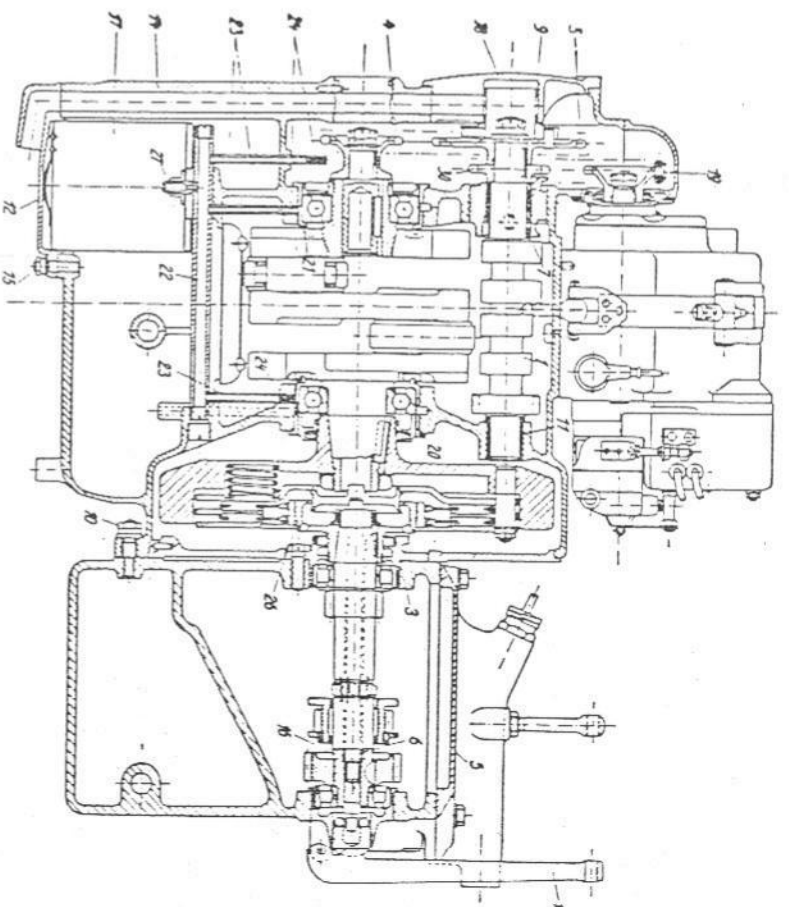
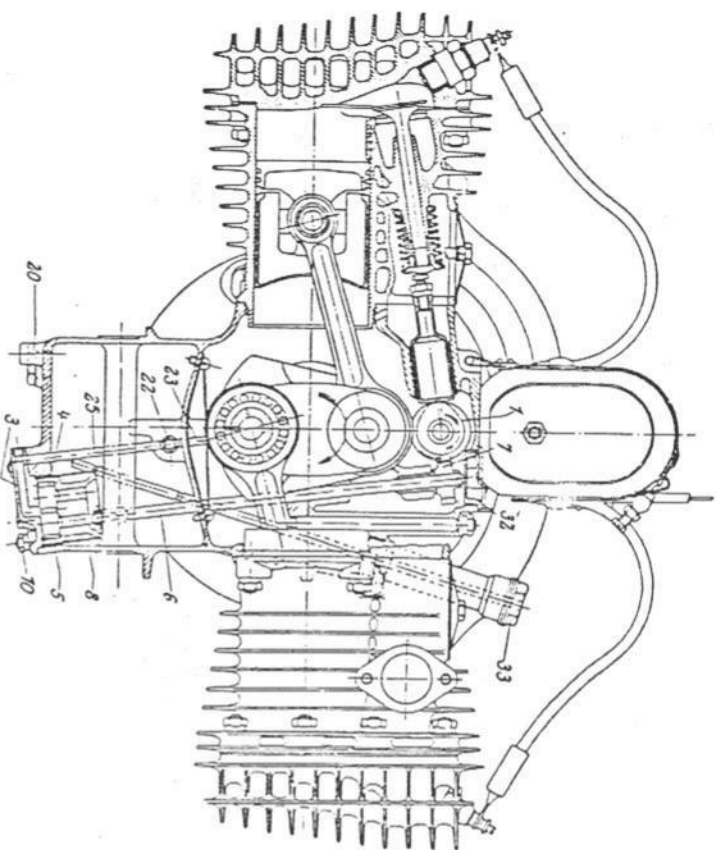

Abb. 10. Längsschnitt durch den Motor und Getriebe
Abb. 12. Tourenmotor mit teilweiseem Querschnitt durch die Zylindermittle
Vor Abnahme des Motorgehäuse-Oberteiles muß das Getriebe durch Lösen der drei Befestigungsmuttern 10 unten in der Mitte und oben zu jeder Seite und Herausziehen der zwei Kopfschrauben 19 entfernt werden (Abb. 10 u. 13).
Wichtig! Vor Auseinandernehmen der Motorgehäusehälften zuerst Verschlussschraube 32 entfernen, dann Antriebswelle 6 mit Schneckenrad 7 mittels Flachzange herausziehen (Abb. 12).
5. Steuerung: Die oberhalb der Kurbelwelle in Gleitlagern gelagerte Nockenwelle 1 (Abb. 10) wird von der Kurbelwelle mittels geschlossener Rollenkette angetrieben und treibt ihrerseits gleichfalls über Kettenräder und Kette den Lichtbatteriezünder an, der mittels Spannbandes auf einer eigens hierfür vorgesehenen Fußplatte, einem Teil des Kurbelgehäuse-Oberbauteiles, befestigt ist.
6. Entlüftung: Die Entlüftung des Kurbelgehäuses erfolgt durch einen mit dem auf der Steuerwelle 1 aufgekeilten Kettenrad 5 durch Palstifte verbundenen Drehschieber 9, der in dem Antriebsgehäusedeckel 18 gelagert ist (Abb. 10). Die beim Einwärtsgehen der Kolben im Motorgehäuse verdichtete Luft gelangt durch diesen und den Deckel 18 in die eingegossene Leitung 14 des Gehäuses und von dort durch die gleichfalls eingegossene und nach rückwärts führende Leitung des Deckels 12 ins Freie. Auf diese Weise wird im Motorgehäuse immer ein geringer Unterdruck erzeugt, der ein Austreten von Öl an den Trennflugen des Gehäuses wirksam verhindert.
9. Schmierung und Ölkontrolle: Die Schmierung erfolgt unter hohem Druck vollkommen selbsttätig wie bei neuzeitlichen Kraftwagenmotoren, so daß ausreichende Ölversorgung auch bei höchster Beanspruchung sichergestellt ist. Eine im Motorgehäusenteil eingebaute Zahnradpumpe (Abb. 12) saugt durch einen Seher 8 das Öl durch die Tätigkeit der beiden Zahnräder 4 und 5 an, von denen das letztere mittels einer Welle 6 und Schneckenrad 7 von der Schnecke auf der Steuerwelle 1 angetrieben wird. Das Öl wird durch eine Bohrung im Deckel 3 in das Steigrohr 25 gedrückt und gelangt in das Ölverteilungsrohr 22 (Abb. 12 und 10), und von hier durch die senkrechten Ölrohre 23 (Abb. 10) und die kalibrierten Öldüsen 24 zu den Lagerbüchsen 20 und 21 (Abb. 10) zur Schmierung der Kurbelwellenrollenlager. Ein Teil des Öles gelangt in die Verteilerinnen der Lagerbüchsen, von wo es dann durch die hohlgebohrten Kurbelwellenzapfen und -schenkel den Pleuellagern zugeführt wird. Das vordere senkrechte Ölrohr 23 sorgt für die Schmierung des Kettenrades 4 auf der Kurbelwelle, wobei durch das von der Antriebskette für die Steuerwelle mitgenommene Öl die beiden Kettenräder 5 und 30 auf der Steuerwelle, der Antrieb des Lichtbatteriezünders mit dem auf dessen Welle sitzenden Kettenrad 19, sowie das vordere Steuerwellenlager 7 reichlich geschmiert wird. Die Schmierung des rückwärtigen Nockenwellenlagers 11 wird durch das Schleuderöl der Kurbelwelle in ausreichendem Maße gewährleistet.
Ein Teil des Öles wird von der Ölpumpe durch Steigrohr 25 (Abb. 12), Ölverteilungsrohr 22 und Öldüse 27 (Abb. 10) in das Ölfilter 17 geleitet und verläßt dieses vollkommen gereinigt, um durch den Ölsumpf der Ölpumpe wieder zugeführt zu werden. Das vom Triebwerk in den Ölsumpf zurückfließende Öl wird durch ein im Gehäusenteil befestigtes Ölsieb gleichfalls vor Eintreten in den Ölsumpf gereinigt. Schädlicher Überdruck im Leitungssystem wird durch ein in die Pumpe eingebautes und sorgfältig eingeregelltes Sicherheitsventil verhindert.
Zwecks Reinigung bzw. Prüfung der Ölpumpe muß vor deren Ausbau zunächst das Öl aus dem Motorgehäuse durch Entfernen der unter dem Gehäuse befindlichen Verschlußschraube 20 (Abb. 12) abgelassen werden. Nun löst man die vier Muttern 10 von den Stiftschrauben des Ölpumpendeckels und zieht diesen mit der Pumpe nach unten heraus. Nach dem Wiederzusammenbau der Pumpe überzeuge man sich durch Prüfung mit etwas Öl, ob dieselbe richtig eingebaut wurde, d. h. ob beim Drehen des Antriebsrades reichlich Öl gefördert wird. Beim Einlegen von neuen Dichtungen ist es wichtig, darauf zu achten, daß zwischen Ölpumpendeckel und Gehäuse-
flansch die Bohrung zu dem Steigrohr 25 (Abb. 12) nicht verdeckt wird, da sonst die Schmierung gestört ist.
Der Betätigungshebel für die Kupplung befindet sich am Ende des linken Lenkergriffes (Abb. 38) und wirkt durch einen Bowdenzug auf den am Getriebeende befindlichen Kupplungshebel 13 (Abb. 10 und 13). Das Ausrücken der Kupplung und somit die Unterbrechung der Kraftübertragung auf das Getriebe erfolgt durch Anziehen des Betätigungshebels am Lenker, wodurch der Drücksteller 2 von den Kupplungsplatten 20 durch die Druckstange 8 abgehoben wird.